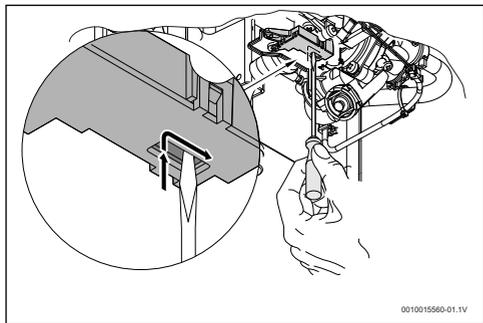

Fig. 24 Reset del microinterruttore
- ▶ Posizionare il microinterruttore secondo la fig. 24.